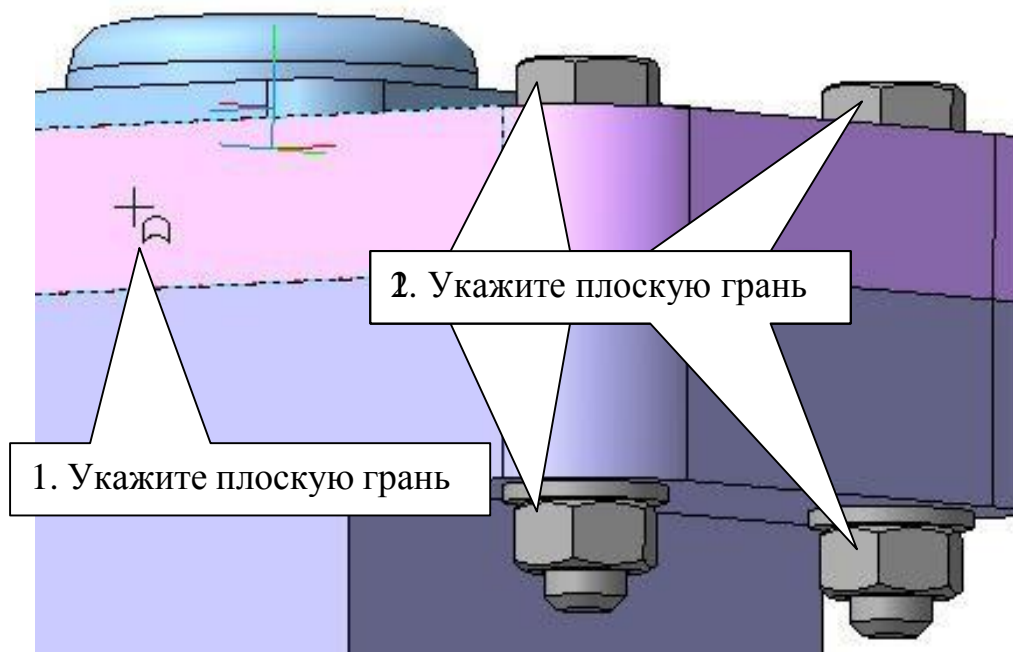

Рис. 22
• Установите ориентацию шестигранных призм таким образом, чтобы грань призмы была бы параллельна фронтальной плоскости. На панели **Сопряжения**  выберите сопряжение **Параллельность** . Укажите курсором плоскую грань, рис. 22, нажмите на панели специального управления кнопку **Запомнить состояние**  и укажите курсором последовательно грани болтов и гаек.